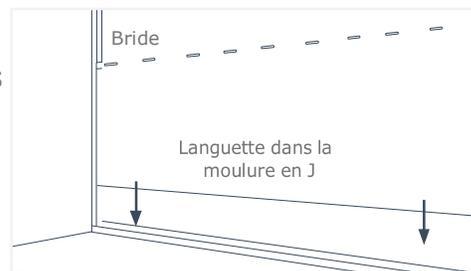

Fig. 13
- Le côté languette du panneau doit être installé orienté vers le sol, le côté rainure (bride de vissage) vers le plafond (Fig. 13).